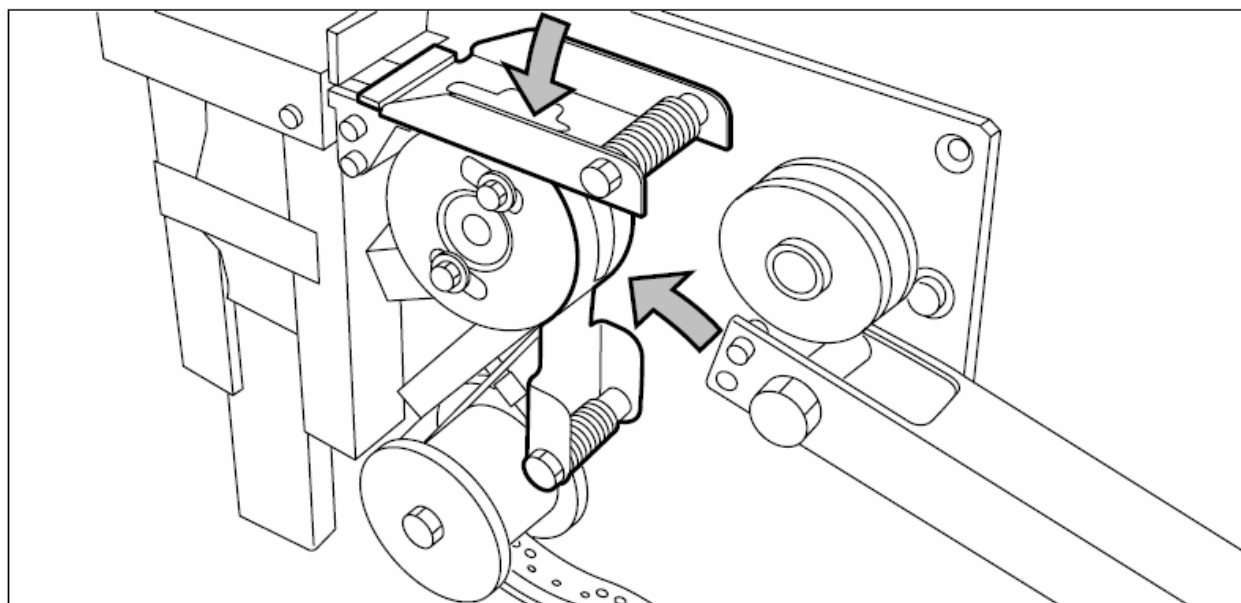

Рисунок 115. Возврат на место направляющих
6. Придвиньте направляющие к прижимному ролику (см. рисунок 115).